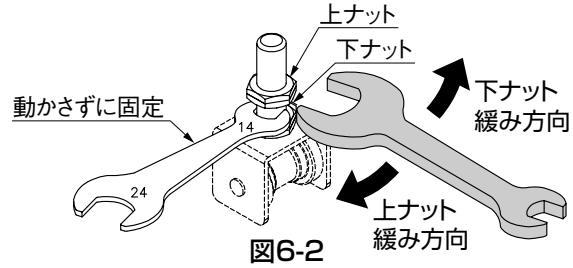

図6-2
- ② ①の状態、上ナット・下ナットをスパナの対辺24側で緩めてください。(図6-2参照)